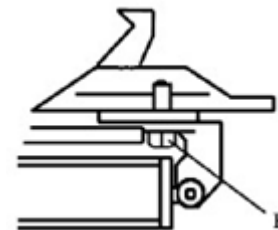

Рис. 10
**Примечание:** после первых двадцати дней использования установки необходимо подтянуть зажимные устройства, стяжные винты (B), расположенных на планшайбе (Рисунок 10).